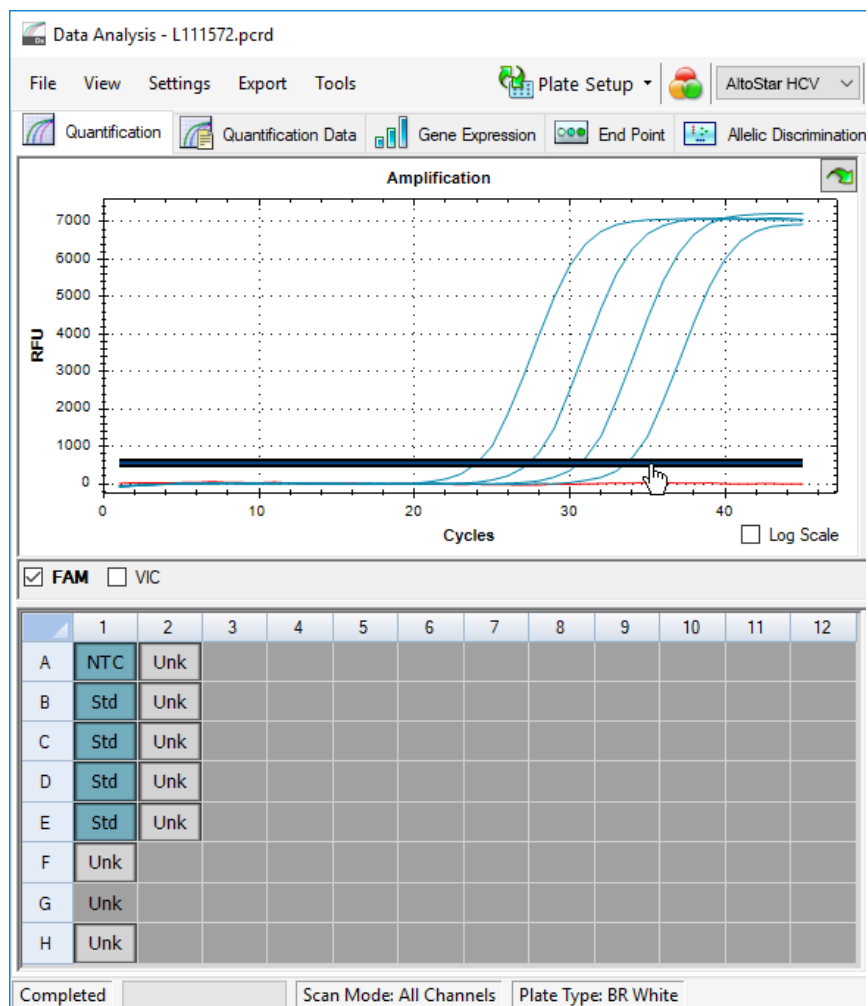

Figura 10: Janela Data Analysis (Análise de Dados): definição do limiar FAM™
5. Do lado esquerdo da janela Data Analysis (Análise de Dados), anule a seleção da caixa de verificação **VIC** e assinale a caixa de verificação **FAM** para o canal de deteção do alvo de HCV (consulte a figura 10).
- Selecione apenas os poços que contêm NTC e os QS na vista da placa da janela Data Analysis (Análise de Dados) (consulte a figura 10).
- Arraste o limiar bem acima do sinal de NTC para a área exponencial dos sinais QS (consulte a figura 10).